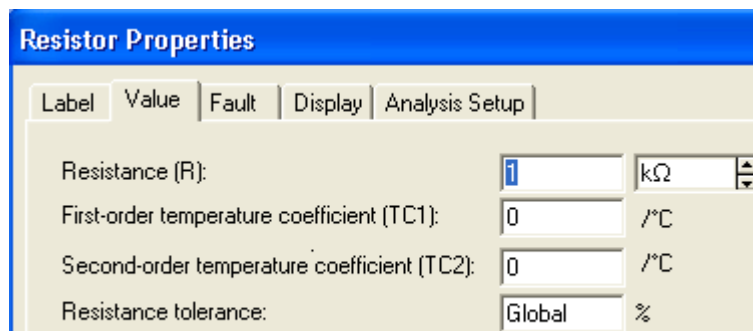

Рис. 7
4.1.8. Встановіть розрахований у п. 3.5 опір R_2 встановленням курсору на умовному позначенні резистора та подвійним кліком лівої клавіші миші. Відкриється панель (рис. 7), на якій слід встановити необхідний опір резистора та підтвердити це клавішею OK.